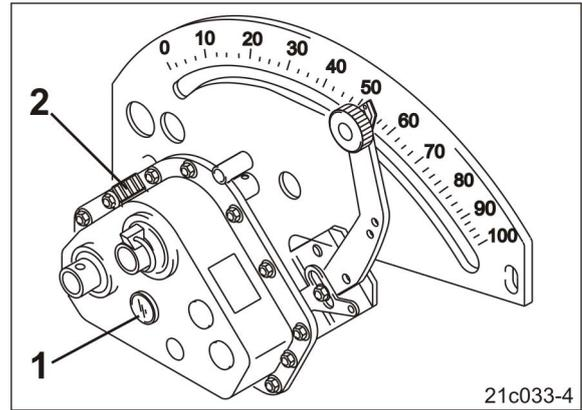

Fig. 81
- El nivel de aceite se debe ver a través del visor de aceite (Fig. 81/1).
3. El tubo de carga de aceite (Fig. 81/2) sirve para rellenar el aceite para engranajes